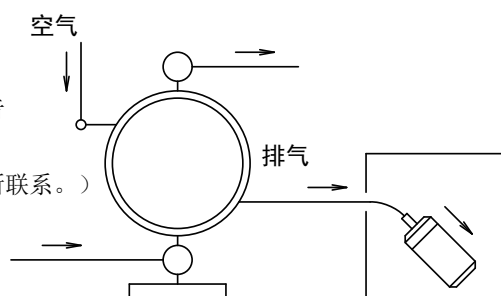

Fig.3.2
- * 不要将排出气体排放在液剂中，请将其排放到外部。方法请参照后面叙述的〈NOTE〉外部排气方法Fig.3.2。